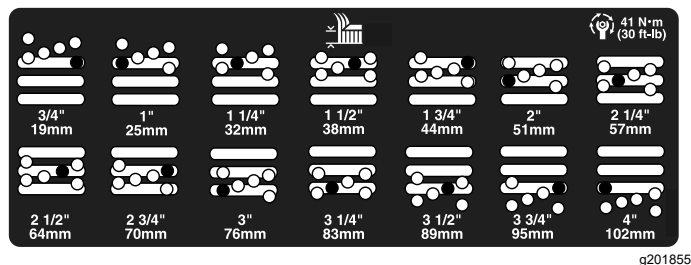

Рисунок 22
5. Переместите камеру на требуемую высоту скашивания и установите проставку в предусмотренные для этой высоты отверстие и паз (Рисунок 22).